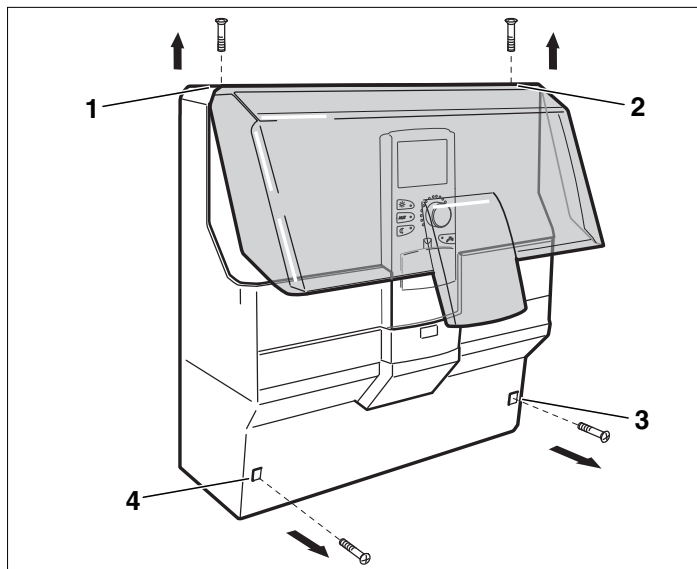

Рис. 2 Демонтаж крышки
- Отверните 2 винта на верхней крышке корпуса (Рис. 2, поз. 1 и 2).
- Отверните 2 винта на нижней крышке (Рис. 2, поз. 3 и 4).